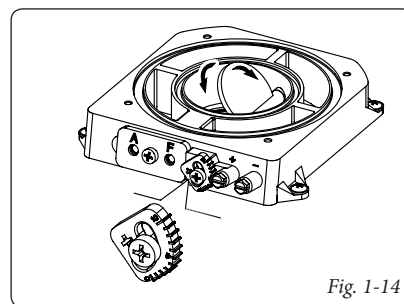

Fig. 1-14
**Regolazione parzializzatore fumi.** Per un corretto funzionamento della caldaia è necessario regolare il parzializzatore fumi posto sul pozzetto di prelievo aria / fumi (Fig. 1-14).
di fermo e spostando l'indicatore graduato sulla posizione corretta allineando il proprio valore al riferimento orizzontale (Fig. 1-14). Una volta fatta la regolazione stringere la vite per fissare il parzializzatore. La regolazione appropriata avviene in base al tipo di condotto e alla sua estensione: detto calcolo si può effettuare con l'utilizzo delle tabelle di regolazione parzializzatore fumi.